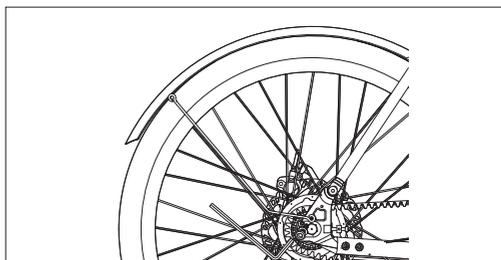

Figure 6-2
- Après avoir fixé le support supérieur, utiliser une clé Allen de 4 mm pour retirer les 2 vis de la patte de fixation. Ensuite, alignez les pattes de l'aile avant avec les trous d'installation, comme indiqué sur les **figures 6-2 et 6-3**, puis resserrez les vis.